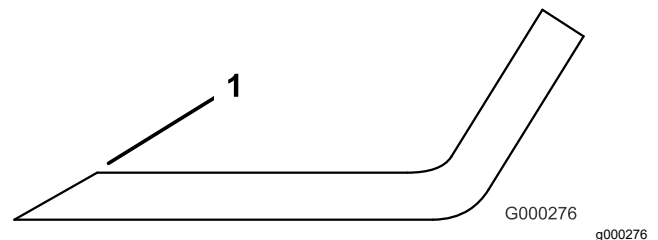

Figure 30
3. Examinez les tranchants de toutes les lames et affûtez-les s'ils sont émoussés ou ébréchés. N'aigüez que le haut du tranchant et conservez l'angle de coupe d'origine pour obtenir une coupe nette (Figure 30). Limez la même quantité de métal sur chacun des deux tranchants pour ne pas déséquilibrer la lame.